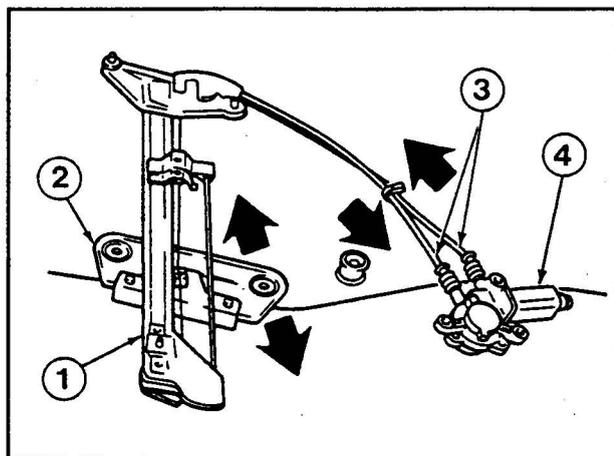

Bild 42/1 Funktion, elektrischer Fensterheber
- Die Türscheiben werden jeweils über einen Elektromotor bewegt, der über ein Kabel mit dem Fensterheber verbunden ist (siehe Bild 42/1). Jede Scheibe wird über zwei Schienen geführt.